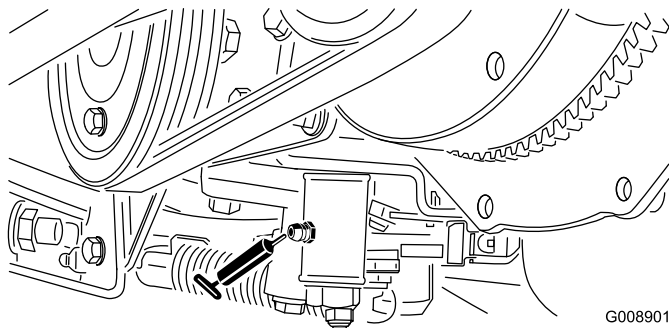

Figura 35
- Mecanismo de ajuste de punto muerto (Figura 35)